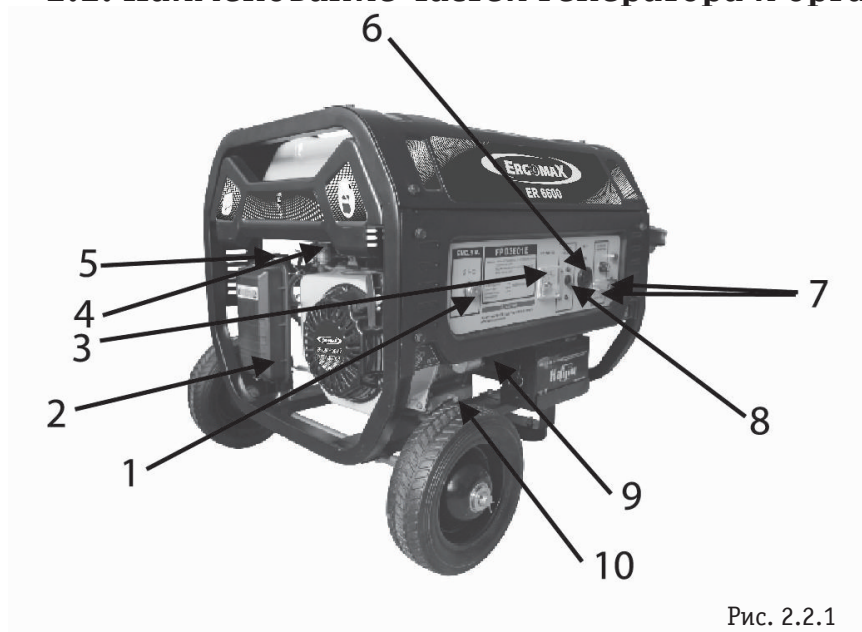
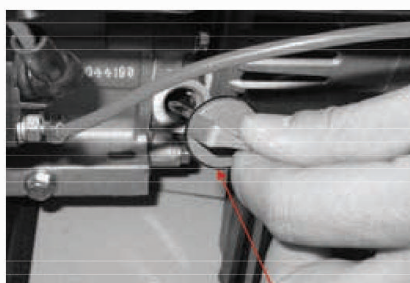
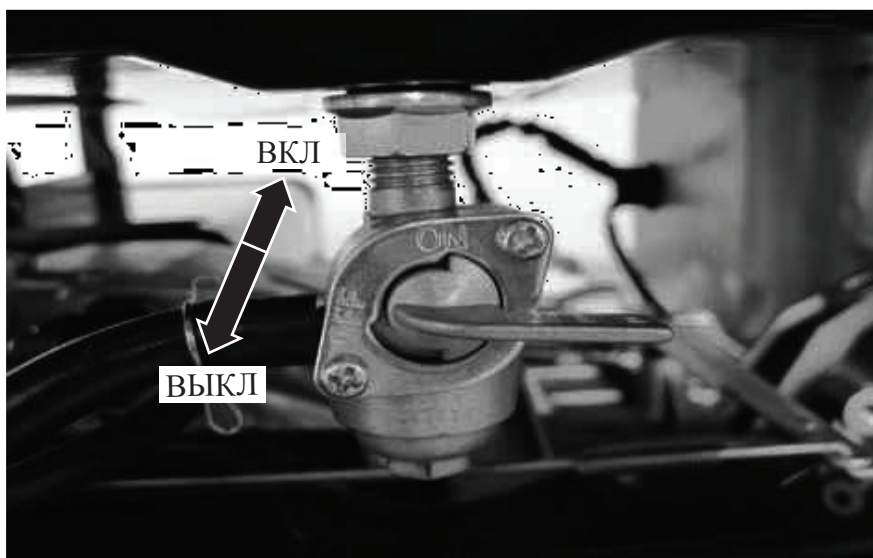
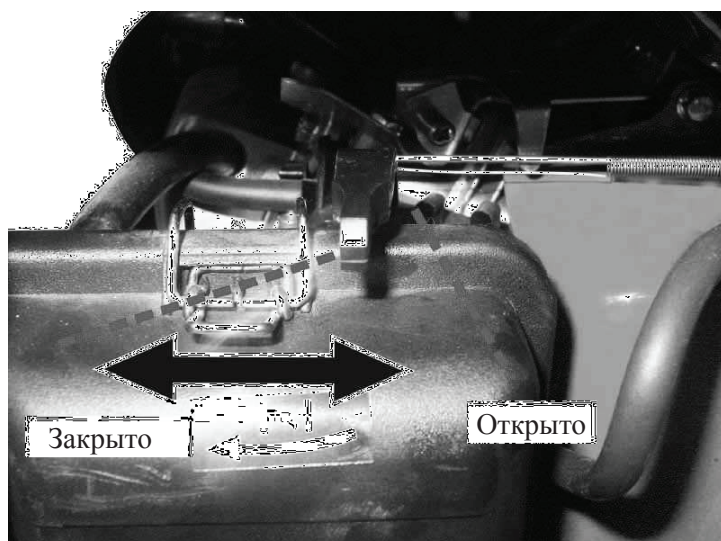

Рис. 2.2.1
Рис. 3.1
Рис. 3.5
Рис. 3.6
- 1.1. Открутите крышку маслозаправочной горловины 9 (рис. 2.2.1) и вытрите щуп крышки 9 чистой тряпкой (рис. 3.1).
- 2.1. Открутите крышку топливного бака 12 (рис. 2.2.1).
**ВНИМАНИЕ!** ПЕРЕД ПУСКОМ ДВИГАТЕЛЯ ГЕНЕРАТОРА УБЕДИТЕСЬ, ЧТО НИ ОДИН ЭЛЕКТРОПРИБОР НЕ ПОДКЛЮЧЕН К ГЕНЕРАТОРУ, ЛИБО ПЕРЕВЕДИТЕ ВЫКЛЮЧАТЕЛЬ ВЫХОДНОГО НАПРЯЖЕНИЯ 8 (рис. 2.2.1) В ПОЛОЖЕНИЕ «ВЫКЛ».
1. Поверните рычаг топливного клапана 4 в положение «ВКЛ» (рис. 3.5).
2. Передвиньте рычаг дросселя 5 (рис. 2.2.1) в положение «ЗАКРЫТО». Если двигатель теплый или температура воздуха высокая, оставьте рычаг дросселя в положении «ОТКРЫТО» (рис. 3.6, 3.7).
3. Переведите выключатель двигателя 1 (рис. 2.2.1) в положение «ВКЛ». Для моделей с электрическим запуском, вставьте ключ зажигания в выключатель двигателя 1 и поверните его в положение «ВКЛ».
Потяните на себя рукоятку стартера 14 (рис. 2.2.1), пока не почувствуете натяжение шнура стартера, затем РЕЗКО ДЕРНИТЕ рукоятку 14 на себя. Аккуратно верните на прежнюю позицию рукоятку стартера 14.
1. Выключите все электроприборы, подключенные к генератору, и вытащите вилку из розетки переменного тока 6 (рис. 2.2.1), либо переведите выключатель выходного напряжения 8 в положение «ВЫКЛ»
3. Поверните рычаг топливного клапана 4 (рис. 2.2.1) в положение «ВЫКЛ» (рис.3.5).
1. Переведите рычаг топливного клапана 4 в положение «ВЫКЛ» (рис. 3.5).
5. Переведите рычаг топливного клапана 4 в положение «ВКЛ», чтобы проверить наличие течи после очистки отстойника (рис. 3.5).